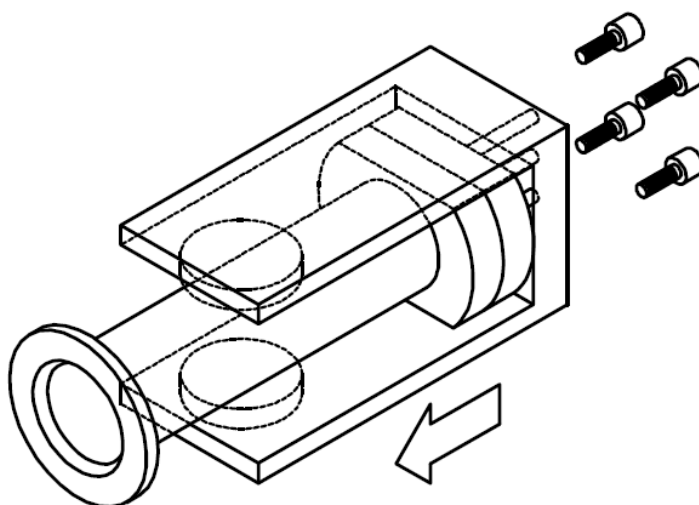

図 8 ヨーク取付 2 (図は NW25 の場合)
- (2) ヨークは、付属の M4 の六角穴付きネジ (4 本) で固定してください。(「図 8 ヨーク取付 2 (図は NW25 の場合)」)
- (3) ヨークの側面パネルを取り付けてください。